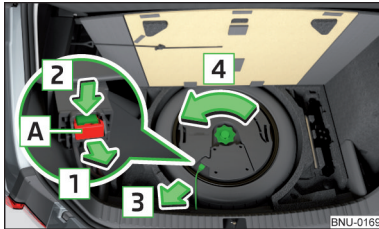

Abb. 310
- › Die Verriegelung **A** am Stecker in Pfeilrichtung **1** ziehen » Abb. 310.
- › Die Sicherungsschraube entgegen der Pfeilrichtung **4** bis zum Anschlag einschrauben » Abb. 310.